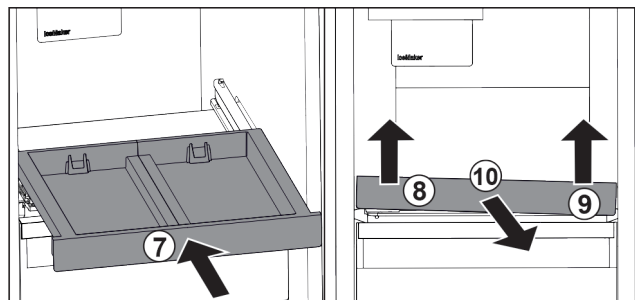

Fig. 171
- Rentrer le compartiment coulissant. Fig. 171 (7)
- Soulever le compartiment coulissant au niveau de la partie avant gauche. Fig. 171 (8)
- Soulever le compartiment coulissant au niveau de la partie avant droite. Fig. 171 (9)
- Retirer le compartiment coulissant par l'avant. Fig. 171 (10)